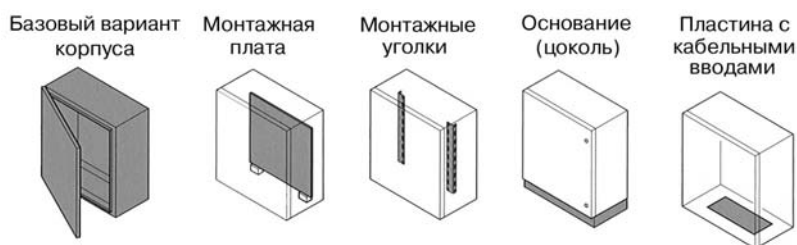

Рис. 1. Корпус Conceptline и основные принадлежности к нему
- основные принадлежности (рис. 1):